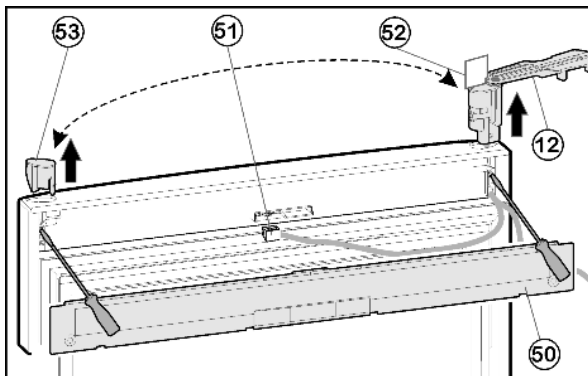

Fig. 10
- Kryt Fig. 10 (50) na dveřích sejměte šroubovákem.
- Konektor Fig. 10 (51) odpojte.
- Na horních dveřích otočte stojan ložiska Fig. 10 (12) ven rovnoběžně s hranou dveří.
- Stojan ložiska Fig. 10 (12) zespod vysuňte pomocí šroubováku a kompletně i s kabelem ze dveří odstraňte.
- Zátky Fig. 10 (53) vysuňte zespod pomocí šroubováku a zastrčte na druhé straně.
- Kabel stojanu ložiska Fig. 10 (12) zasuněte na protější straně a stojan ložiska nasadíte.
- Šablonu Fig. 10 (52) vytáhněte a připevněte ve stojanu ložiska.
- Zástrčku Fig. 10 (51) zapojte.
- Kryt Fig. 10 (50) na dveřích zaklesněte.